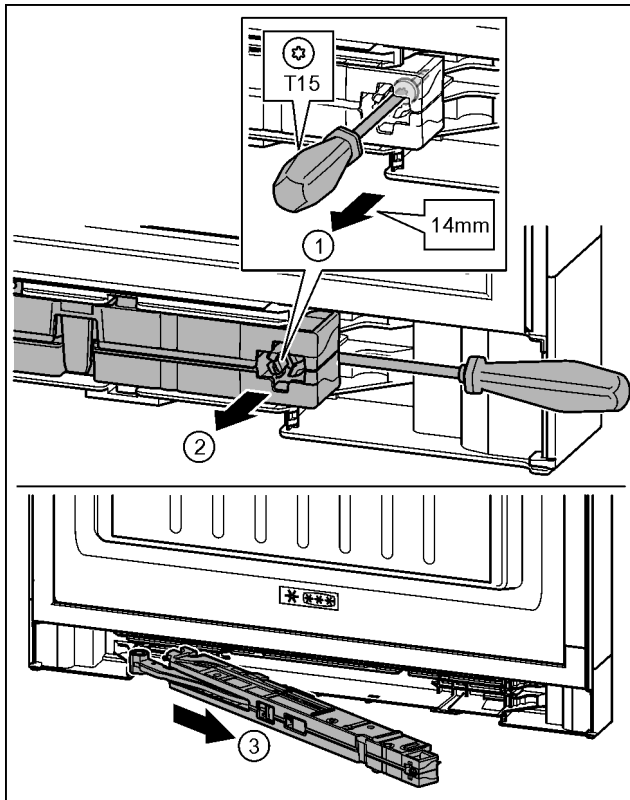

Fig. 17
- ▶ A záráscillapító egységénél T15 csavarhúzóval kb. 14 mm mm-rel engedje ki a csavart. Fig. 17 (1)
- ▶ A fogantyú oldalán csavarhúzóval nyúljon a záráscillapító egység mögé. Forgassa előre az egységet. Fig. 17 (2)
- ▶ Húzza ki az egységet. Fig. 17 (3)